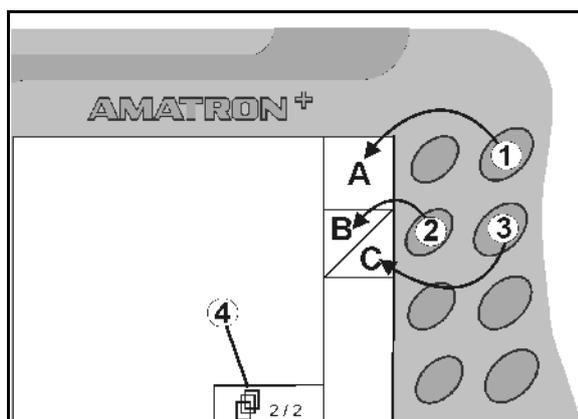

Fig. 8
- Se sul display compaiono campi quadrati (Fig. 8/A), al campo funzioni è associato solo il tasto destro (Fig. 8/1) dem Funktionsfeld zugeordnet.
- il tasto sinistro (Fig. 8/2) è associato al campo funzioni in alto a sinistra (Fig. 8/B).
- il tasto destro (Fig. 8/3) è associato al campo funzioni in basso a destra (Fig. 8/C).
<ul style="list-style-type: none"> • Scorre le altre pagine del menu (possibile soltanto quando nel display appare il simbolo (Fig. 8/4) im Display erscheint) • Il menu di Aiuto è accessibile solo dal menu principale (pagina 17).